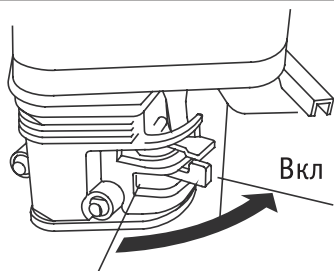

рис. 33
3. Установите топливный кран в положение «ВКЛ» (рис. 33).